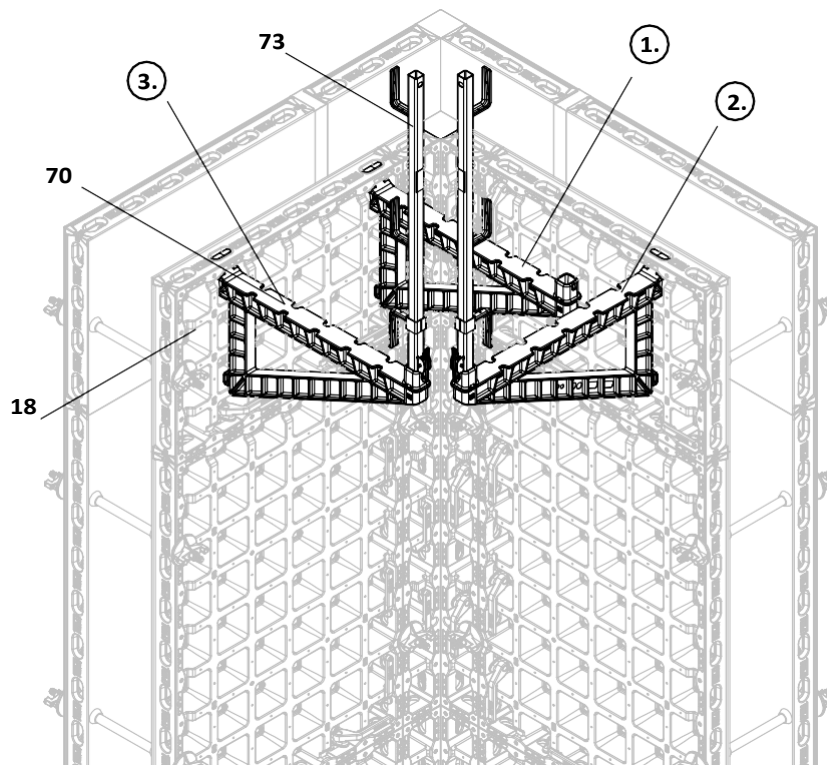

Fig. B4.07
Конзолата за скеле DUO (70) и държачът за парапет DUO (73) могат да се монтират на елемента DP 60. (Fig. B4.07)